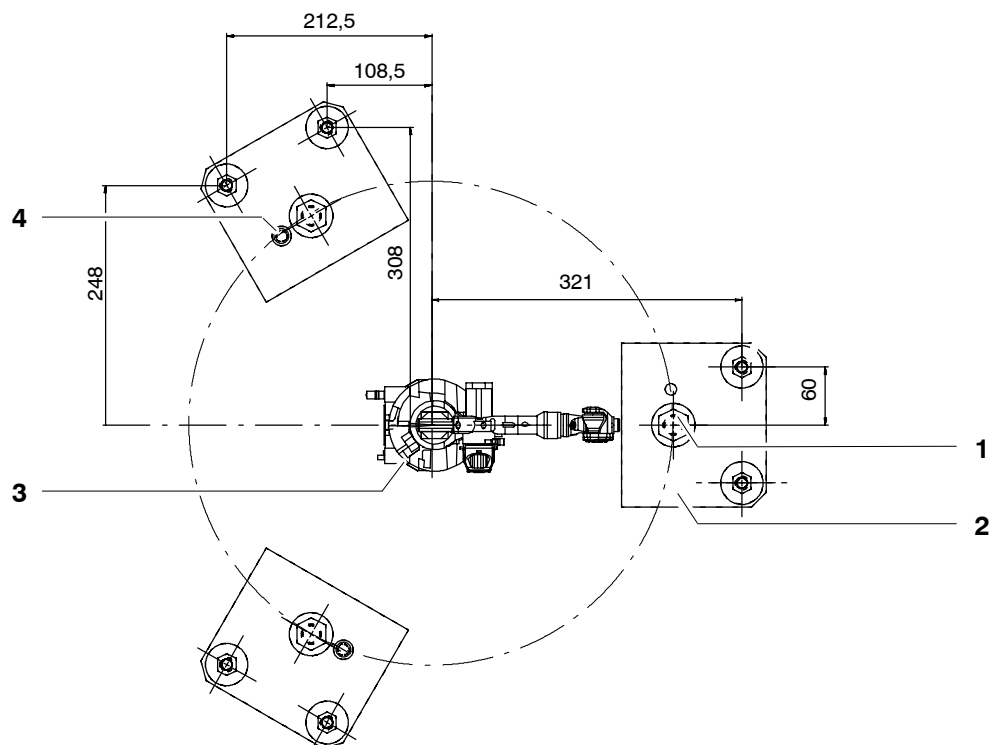

Fig. 52 Plaques de fondation
- (1) Soulever le manipulateur avec le chariot élévateur à fourches ou le dispositif de levage.
- (2) Fixer trois plaques de fondation (Fig. 52/2) au manipulateur (3) avec respectivement une vis à tête hexagonale (1) M20x55-8.8-A2K ISO 4017, sans oublier les rondelles de serrage. Pour ce faire, insérer la vis à tête hexagonale (1) sans oublier la rondelle de serrage et la serrer en croix en travaillant avec une clé dynamométrique jusqu'à l'obtention du couple prescrit ($M_A = 370 \text{ Nm}$) en procédant par étapes.